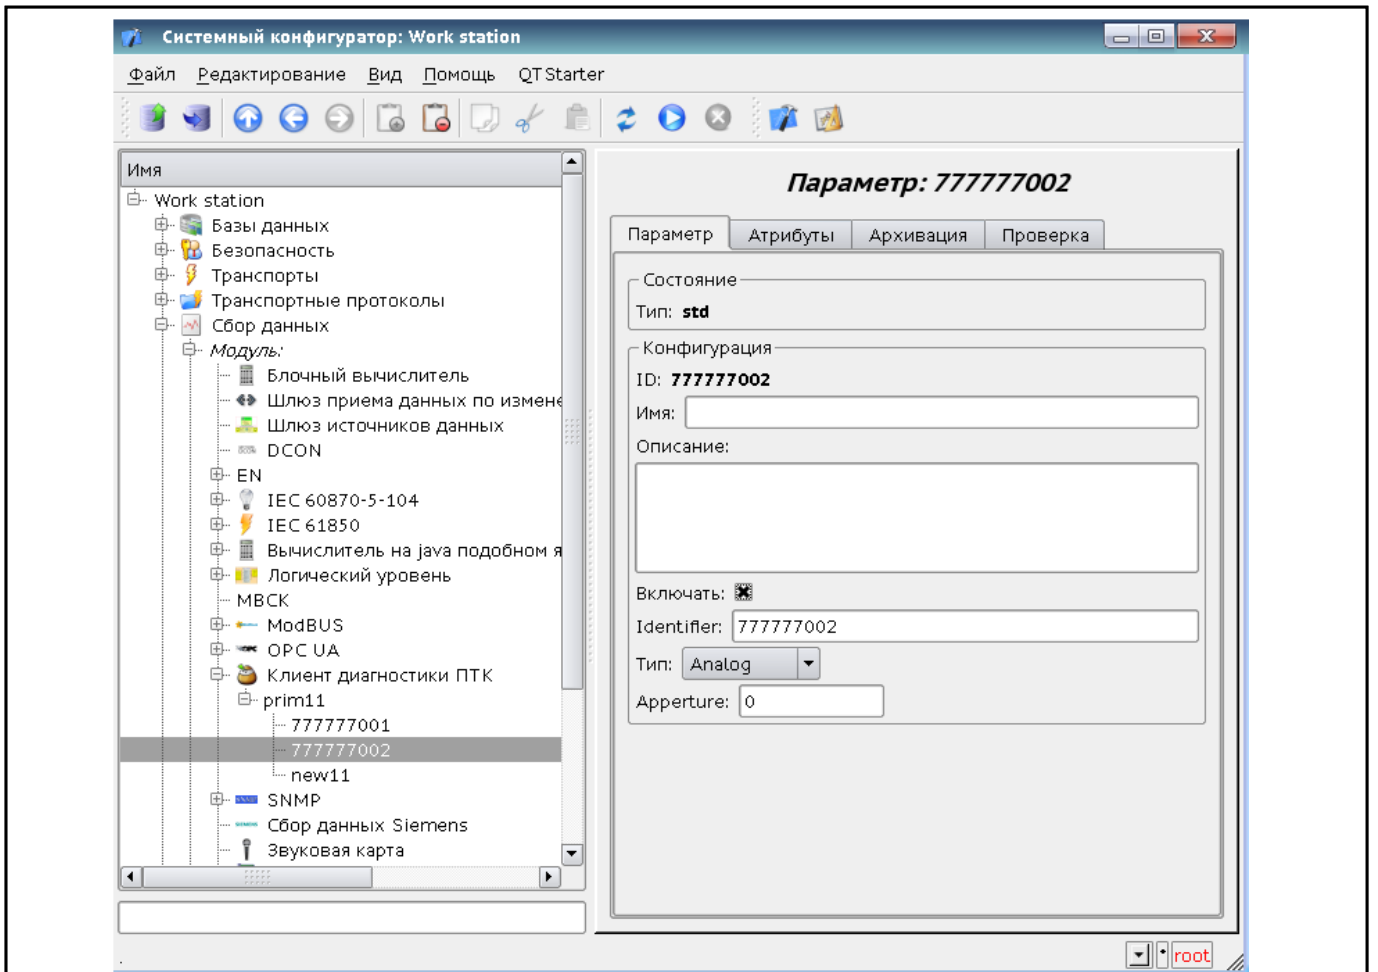

Рисунок 87
4) На настраиваемом узле открыть файл `/etc/snmp/snmpd.conf` для редактирования (рисунок 87) и добавить к процессам строку 93: `proc scada` и строку 98: `dlmod ntp /usr/lib/ntp.so`